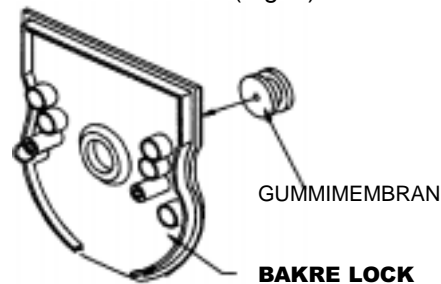

FIG. 7
- (1) Slå av strömmen eller strömbrytaren.
- (2) Det finns två möjliga tråddragningsätt beroende på monteringsplats. Om det finns en väggdosa i närheten, gör följande:
- (2a) Ta bort det bakre locket och sätt in gummimembranet i hålet. (Fig. 7)